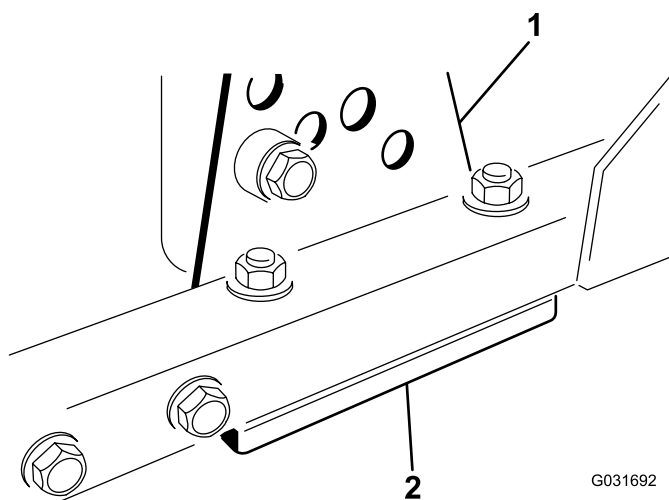

図 62
1. 刈り高ブラケット前、左、右のうち1つをデッキのフレームから外す図 62。
2. デッキフレームとブラケットとの間に厚さ 1.5mm または 0.7mm のシム、場合によってはこれらの両方を挿入して、希望する刈高を達成する図 62。